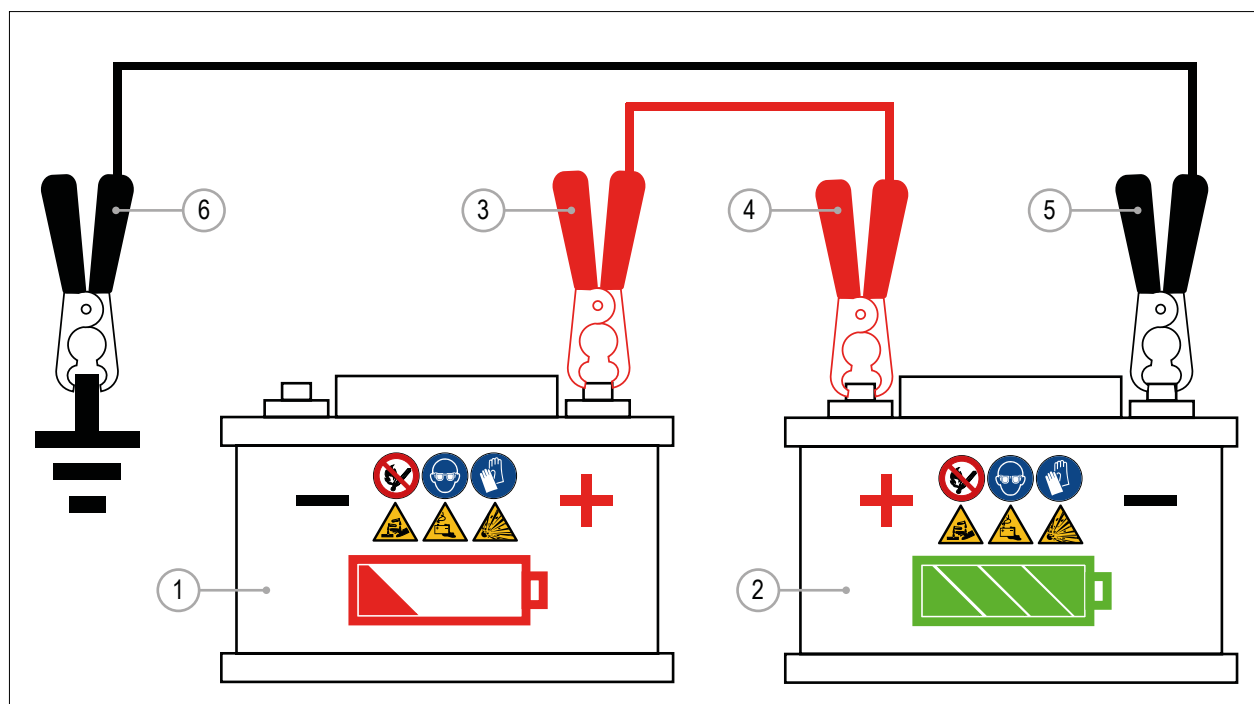

РИС. 29
Если аккумуляторная батарея машины (РИС. 29 - Рис. 1) неисправна, двигатель можно запустить с помощью вспомогательного аккумулятора и комплекта кабелей (РИС. 29 - Сс. 2).
- 3) Подсоедините положительный (+) кабель вспомогательного аккумулятора к положительной (+) клемме аккумулятора машины (РИС. 29 - Рис. 3). Возможно подключение к положительной клемме стартера (рис. 29 - Сс. 4).
- 4) Подключите другой конец положительного (+) вспомогательного кабеля к положительному (+) полюсу вспомогательного аккумулятора (РИС. 29 - Рис. 4).
- 5) Подсоедините отрицательный (-) кабель вспомогательного аккумулятора к отрицательному (-) полюсу вспомогательного аккумулятора (РИС. 29 - Рис. 5).
- 6) Подсоедините другой конец отрицательного (-) вспомогательного кабеля к металлической части рамы машины или двигателя в отдалении от аккумулятора машины (рис. 29 – Сс.. 6).